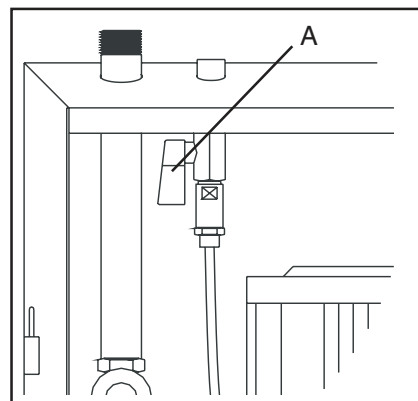

Fig. 17
2. Åbn for luftforsyningen, som er placeret inde i hovedstationen (se A, fig.17).
3. Luk luftforsyningen (A, fig. 17).